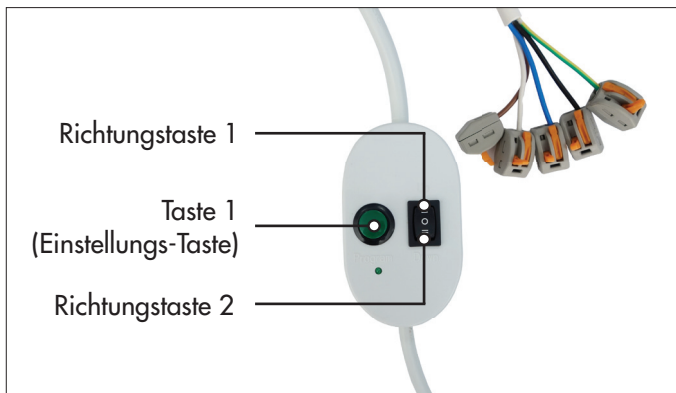

Abb.2 Justierschalter
2. Den Motor in Laufrichtung AUF mit Hilfe des Justierschalters in Bewegung setzen. Nachdem der Motor angefahren ist, die grüne Einstellungstaste (Taste 1, Abb.2) zusätzlich drücken und gedrückt halten bis die gewünschte obere Endlage erreicht ist. Durch Loslassen der grünen Taste bestätigen Sie den Endpunkt.
4. Nun den Motor in Laufrichtung AB mit Hilfe des Justierschalters in Bewegung setzen. Nachdem der Motor angefahren ist, die grüne Einstellungstaste (Taste 1, Abb.2) zusätzlich drücken und gedrückt halten bis die gewünschte untere Endlage erreicht ist. Durch Loslassen der grünen Taste bestätigen Sie den Endpunkt.